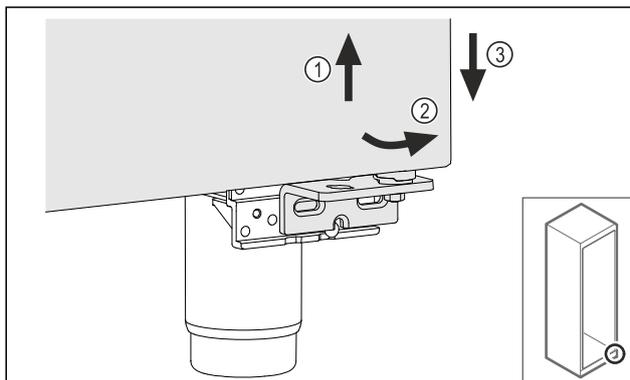

Fig. 23
- Tõstke ust veidi üles Fig. 23 (1), kallutage all ettepoole Fig. 23 (2) ja langetage Fig. 23 (3).